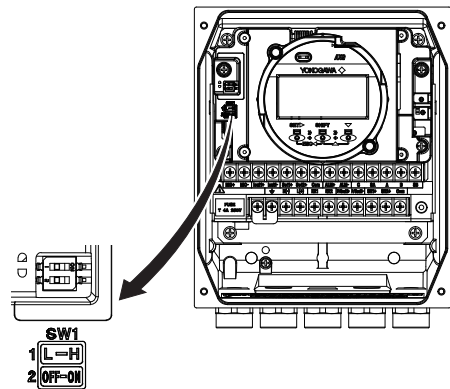

图6.3.4 硬件开关
更改断偶方向时,必须使用断偶开关(即SW1-1)(请参阅图6.3.4)。
写保护功能既可通过写保护开关(SW1-2)(参阅图6.3.4)实现,也可通过软件参数设置功能实现。如果启用这两项中的任一项,将禁止参数改写。
(2) 小心连接至显示单元的接头和电缆,如图6.3.4所示移动显示单元,并设置开关。此时不要移除接头。